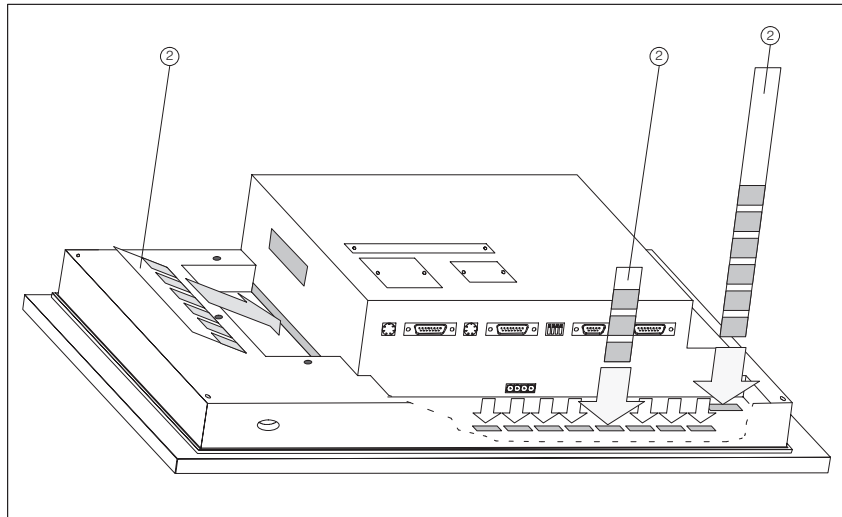

Figure 17-4 Insertion des bandes d'étiquettes
5. Insérez les nouvelles bandes ② avec le libellé vers le bas dans les fentes de la face avant (voir la figure 17-4).